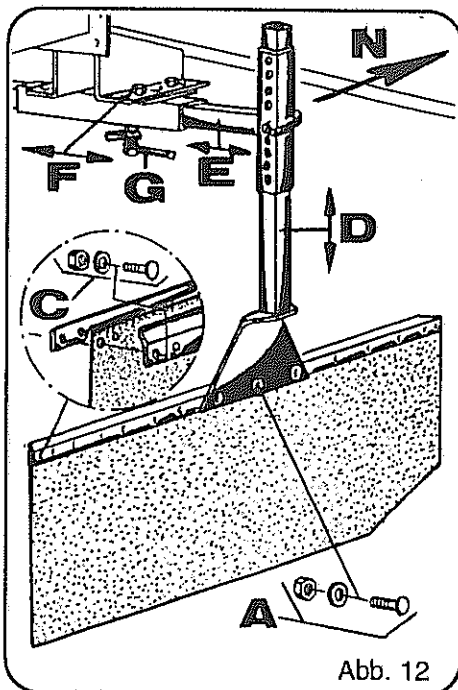
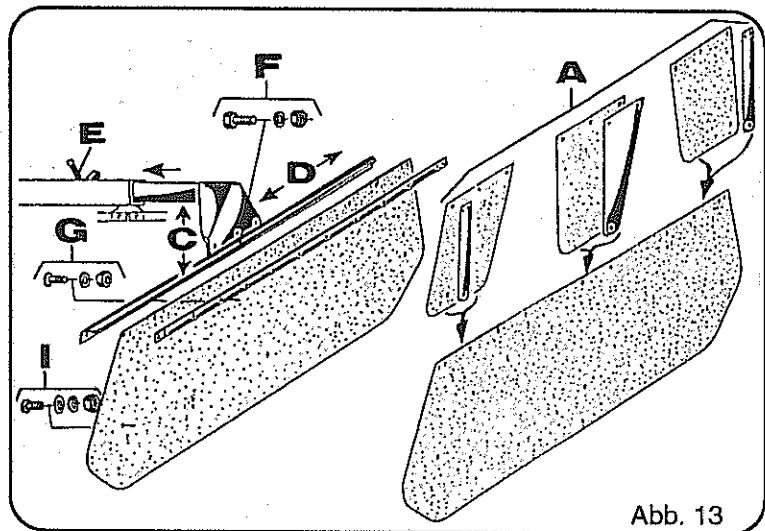

Abb. 12
Abb. 13
Das mittige Schwadtuch so an den Schwadtuchträger montieren, wie Abb. 12 es zeigt.
Den Schwadformer in der Maschinenmitte zwischen den Kreiseln an den Halter F montieren. Den Halter (Abb. 12, Pos. D) in die Aufnahme (Abb. 12, Pos. E) stecken und dann beide Teile in die Verstellvorrichtung unter die Maschine schieben und mit Stecker bzw. Knebelschraube sichern. Der mittlere Schwadformer ist in der Höhe (Abb. 12, Pos. D), nach vorn und hinten (Abb. 12, Pos. F) und seitlich (Abb. 12, Pos. E) verstellbar.
Das rechte Schwadtuch so montieren, wie Abb. 13 es zeigt:
- Stabilitätsstützen (Abb. 13, Pos. A) in das Schwadtuch stecken.
Der rechte Schwadformer ist in der Höhe (Abb. 13, Pos. C) sowie nach vorn oder hinten (Pos. D) verstellbar.
Durch Lösen der Knebelschraube (Abb. 12, Pos. G bzw. Abb. 13, Pos. E) und Verschieben des Schwadformers wird die gewünschte Schwadbreite erreicht. Anschließend Knebelschraube wieder fest anziehen und kontern.